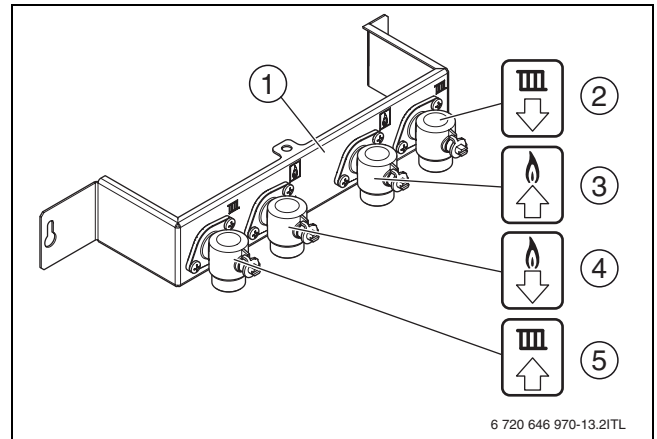

Bild 25 Anschluss der Rohrleitungen bei Verwendung eines Brennwertgerätes oder eines Brennwertkessels mit integrierter Pumpe und 3-Wege-Ventil
- Rohrleitungen zum Wärmeerzeuger und zur Heizungsanlage an den vier Anschlüssen der Montageplatte des Hybrid-Managers anschließen (→ Bild 25).
- Rohrleitungen an die Montageanschlussplatte anschließen. Auf den korrekten Anschluss achten (→ Bild 25).